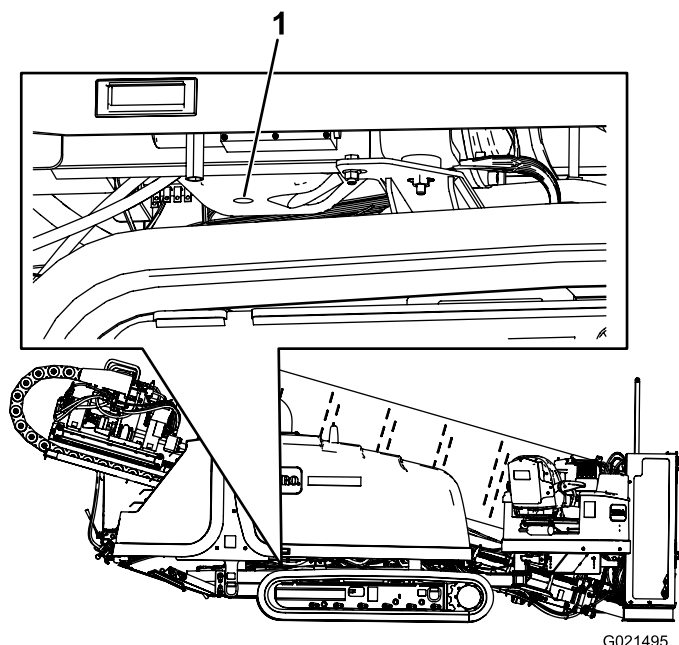

Рисунок 125
2. Снимите пробку слива (Рисунок 125).
7. Установите сливную пробку на сливной штуцер (Рисунок 125).